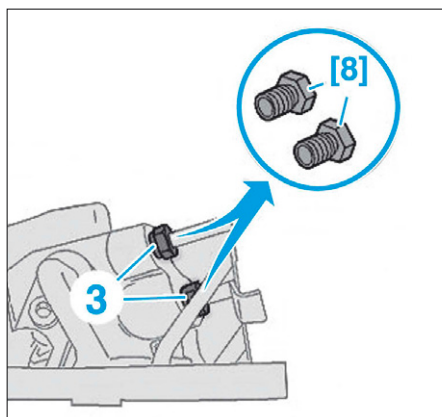

FIG. 27
- Débrancher les canalisations d'alimentation (3) de la valve distributrice et les écarter (Fig.27).